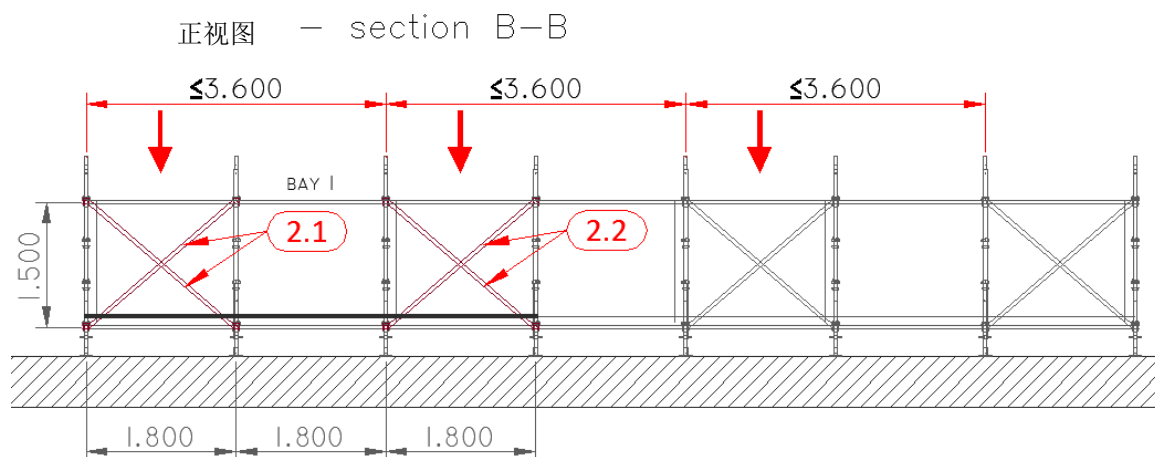
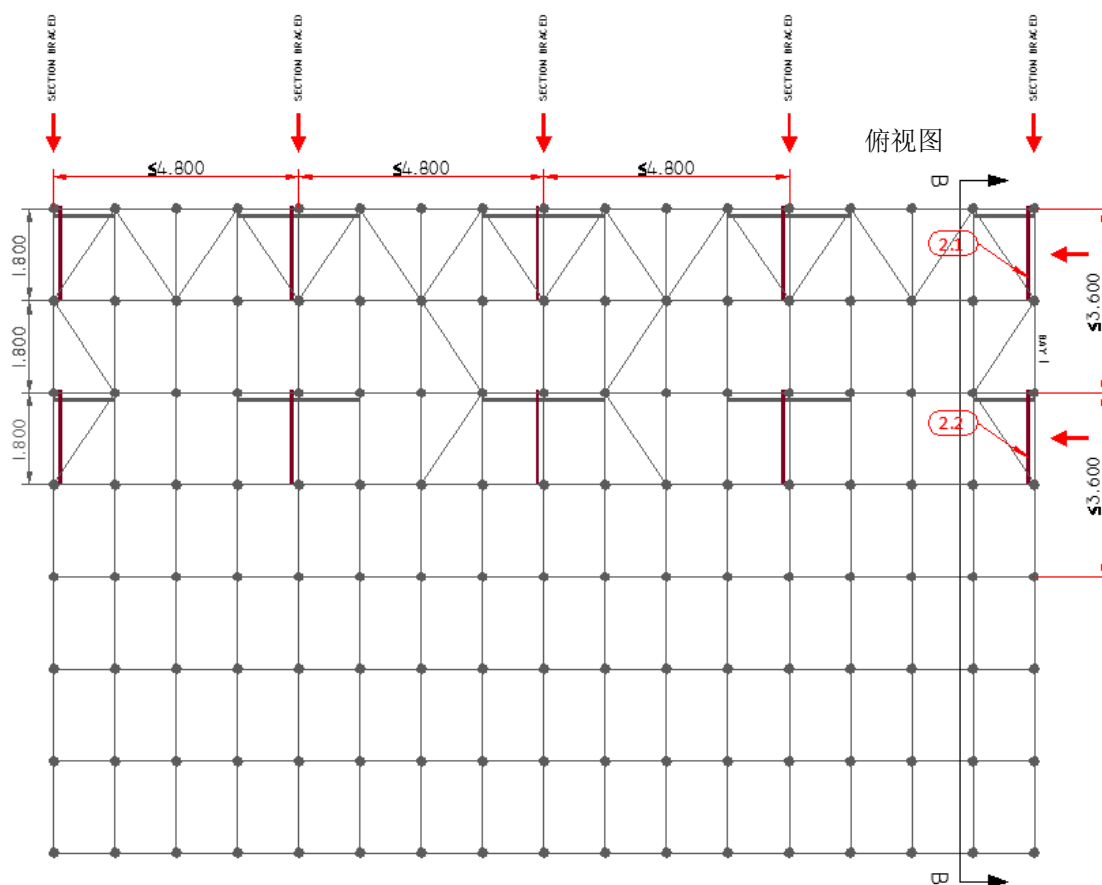

图8.8.7 竖向斜杆（横向）支架横间距1.8m A-A 断面图
图 8.8.8 竖向斜杆（横向）支架横间距1.8m 平面图
- 竖向斜杆每隔 4.8m（不超过 4.8m）必须搭设一道，即间距为 1.8m 时，每隔一跨需搭设一道斜杆。如图 8.8.7、图 8.8.8。
- 横向的竖向斜杆在纵向的间距不应大于 4.8m。如图 8.8.8。